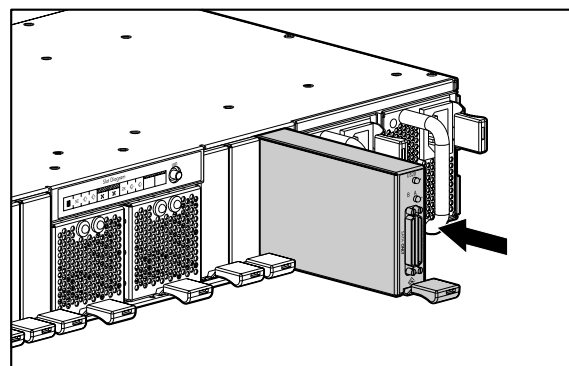

Figure 10 : Installation du module E/S SCSI
1. Faites glisser le module E/S SCSI dans le compartiment jusqu'à ce qu'il se mette en place, comme le montre la Figure 10.